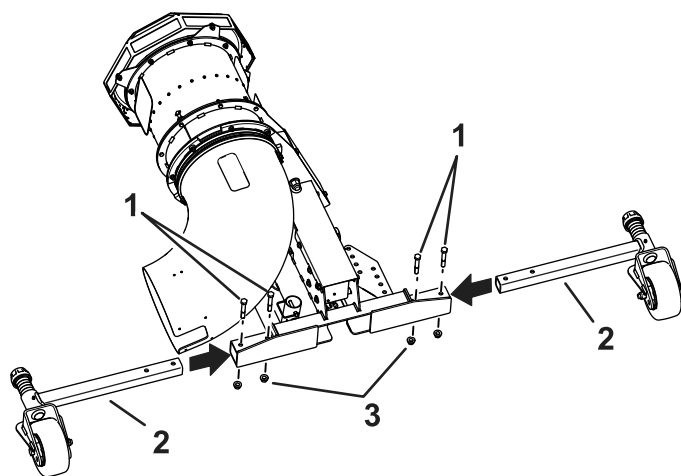

Bild 4
5. Befestigen die Laufräder mit vier Schrauben ($\frac{1}{2}$ " x $3\frac{1}{2}$ ") und vier Sicherungsbundmuttern ($\frac{1}{2}$ ") an der Maschine; siehe Bild 4.